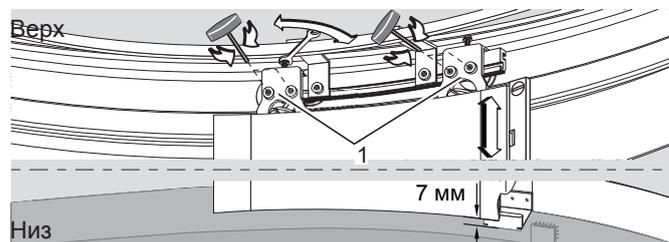

Рис. 45 Регулировка кареток
- Каретки должны быть установлены с зазором 7 мм (рис. 45).
6. Установить каретки с зазором 7 мм (рис. 45/1), как показано на рис. 45.